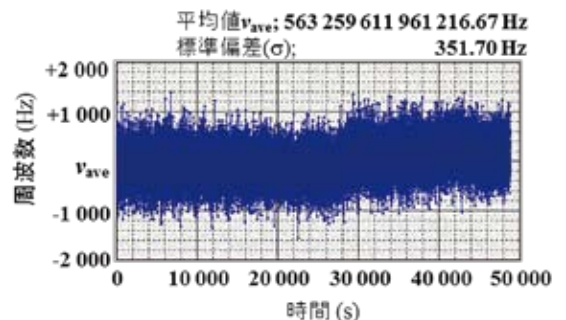
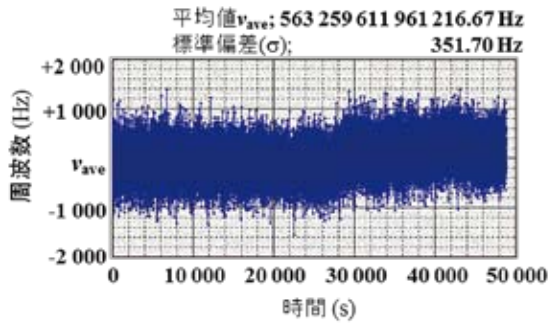
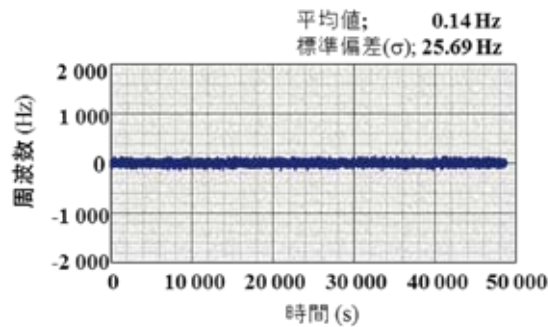
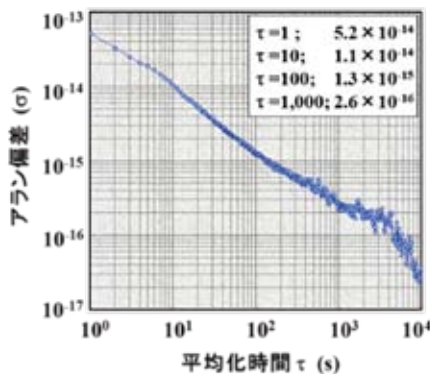

図7 光コム1(ミットヨ)による測定結果
図8 光コム2 (産総研)による測定結果
図9 2台の光コムによる測定値の差 (図7-図8)
図10 2台の光コム装置の相対安定度評価結果
産総研が所有する光コム装置との間で相对比较を行いました[10][11]。図7と図8に2台の光コム装置それぞれによる測定結果を、図9に両測定値の差を示します。図10に相対安定度の計算結果を示します。2台の光コム装置の差の平均値は0.14 Hzでした。平均化時間1000 sにおける相対安定度は $2.6 \times 10^{-16}$ で、平均化時間を長くすれば更に小さくなる結果が得られます。周波数標準器への同期の正確さ $u_2$ は極めて小さいことから、我々が開発した光コム装置によるレーザ周波数測定の不確かさは、上記①周波数標準器の不確かさ $u_1$ だけで決まり、 $1.1 \times 10^{-13}$  ( $k=2$ , 1日平均時) になります。